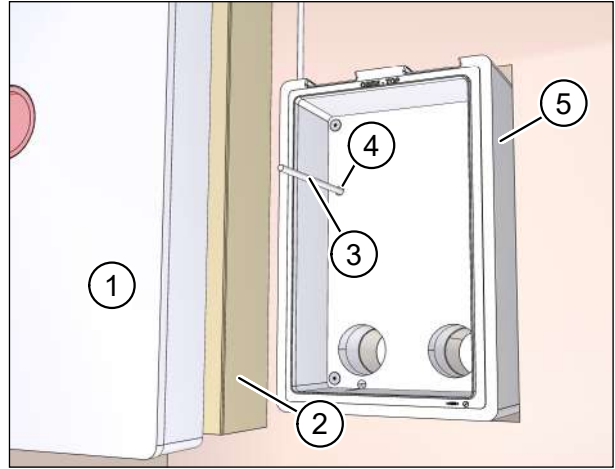

Abb. 19: Mauerkasten einsetzen
- ▶ Entfernen Sie den Putzschutzdeckel (Pos. 1 in Abb. 19) vom Mauerkasten (Pos. 5 in Abb. 19).
- ▶ Entfernen Sie die Kartoneinlage (Pos. 2 in Abb. 19) vom Mauerkasten (Pos. 5 in Abb. 19).
- ▶ Fädeln Sie das Netzkabel und ggf. das Steuerkabel (Pos. 3 in Abb. 19) durch den Kabeleinlass im Mauerkasten (Pos. 4 in Abb. 19).
- ▶ Schieben Sie den Mauerkasten (Pos. 5 in Abb. 19) vollständig in den Mauerdurchbruch.